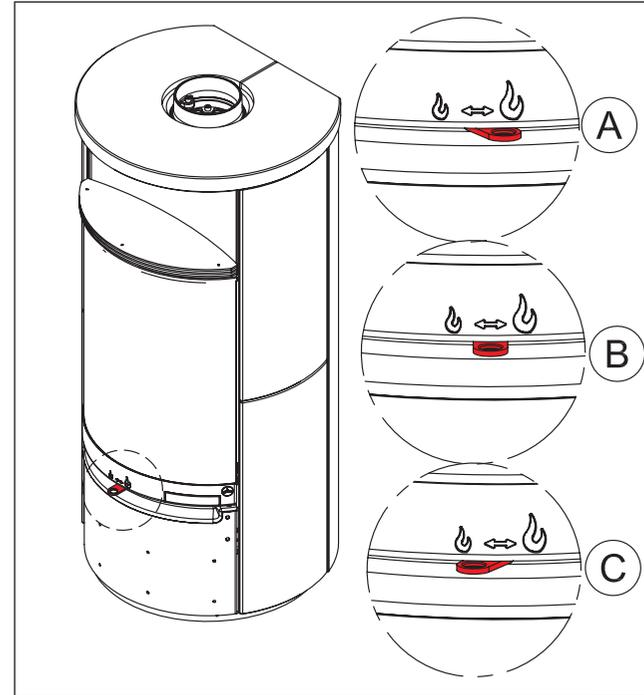

Abb. 16
Die Verbrennungsluftregelung erfolgt stufenlos durch Betätigen des Stellhebels, der sich unterhalb der Tür befindet (Abb. 16). Die Verstellung erfolgt bei geschlossener Feuerraumtür.
1. Öffnen Sie die Luftzufuhr ganz (Abb. 16).
Das Abbrandende ist erreicht, wenn das Holz vollkommen abgebrannt ist, kein Schwellbrand oder unvollständige Verbrennung entstehen kann. Jetzt kann der Stellhebel geschlossen werden. Wenn Ihr Kaminofen nicht in Betrieb ist, stellen Sie die Regler immer auf Position Luftzufuhr geschlossen (siehe Abb. 16).